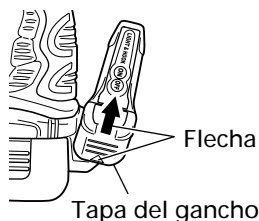

Fig. 11
Quite la tapa del gancho empujando en la dirección de la flecha. (Fig.11)
(3) Haga coincidir la muesca del cuerpo principal del gancho con el saliente de la tapa del gancho, presione la tapa en la dirección opuesta a la flecha mostrada en la Fig.11 y apriete el tornillo.